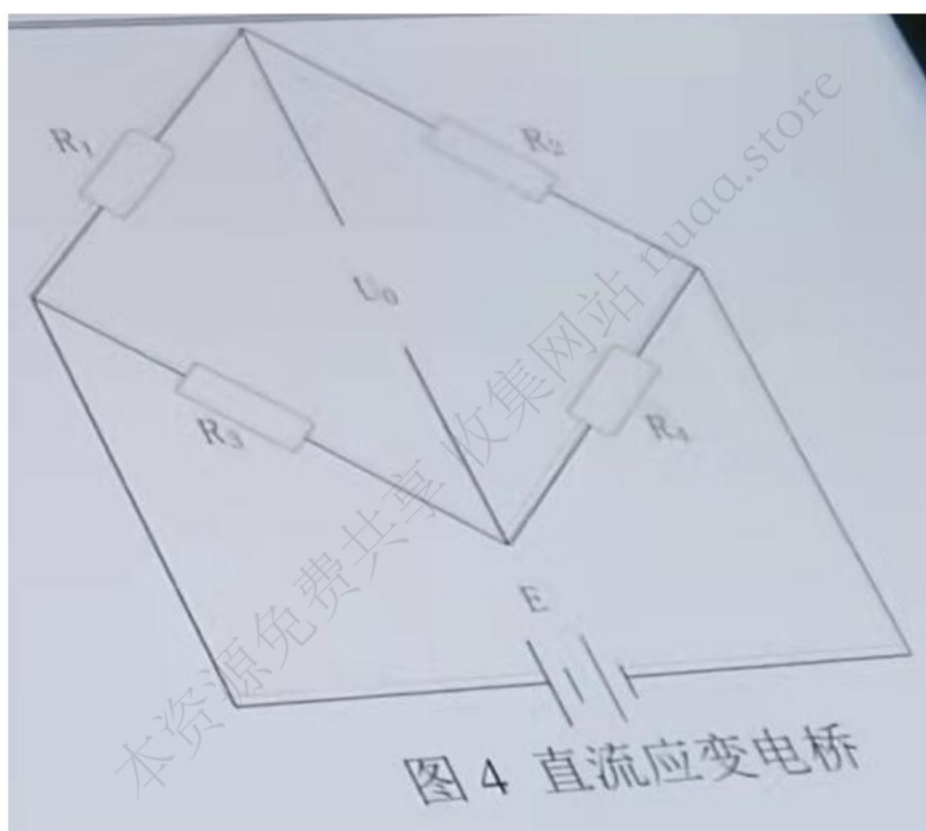

图 4 直流应变电桥
1. (8分) 图4为一直流应变电桥。图中 $E=4V$, $R_1=R_2=R_3=R_4=120\Omega$ 。